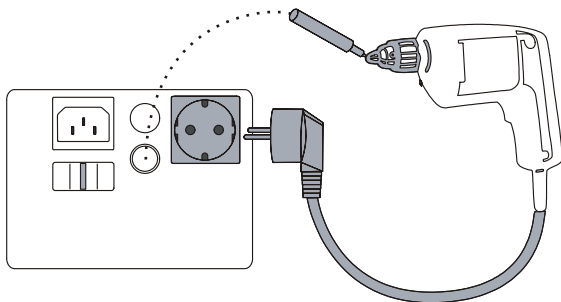

Abbildung 6. Messung des Ersatzableitstromes
- 1  Stecken Sie den Netzstecker des Prüflings in die Prüf-/Netzsteckdose. Bei Bedarf zusätzlich die Sonde ( $R_{ISO}$ ), wie auf dem Tester dargestellt anschliessen, siehe Abb.6 Für Geräte der Schutzklasse I wird keine Prüfsonde benötigt. Bei Geräten der Schutzklasse II verbinden Sie die Prüfsonde mit allen berührbaren Metallteilen des Prüflings.